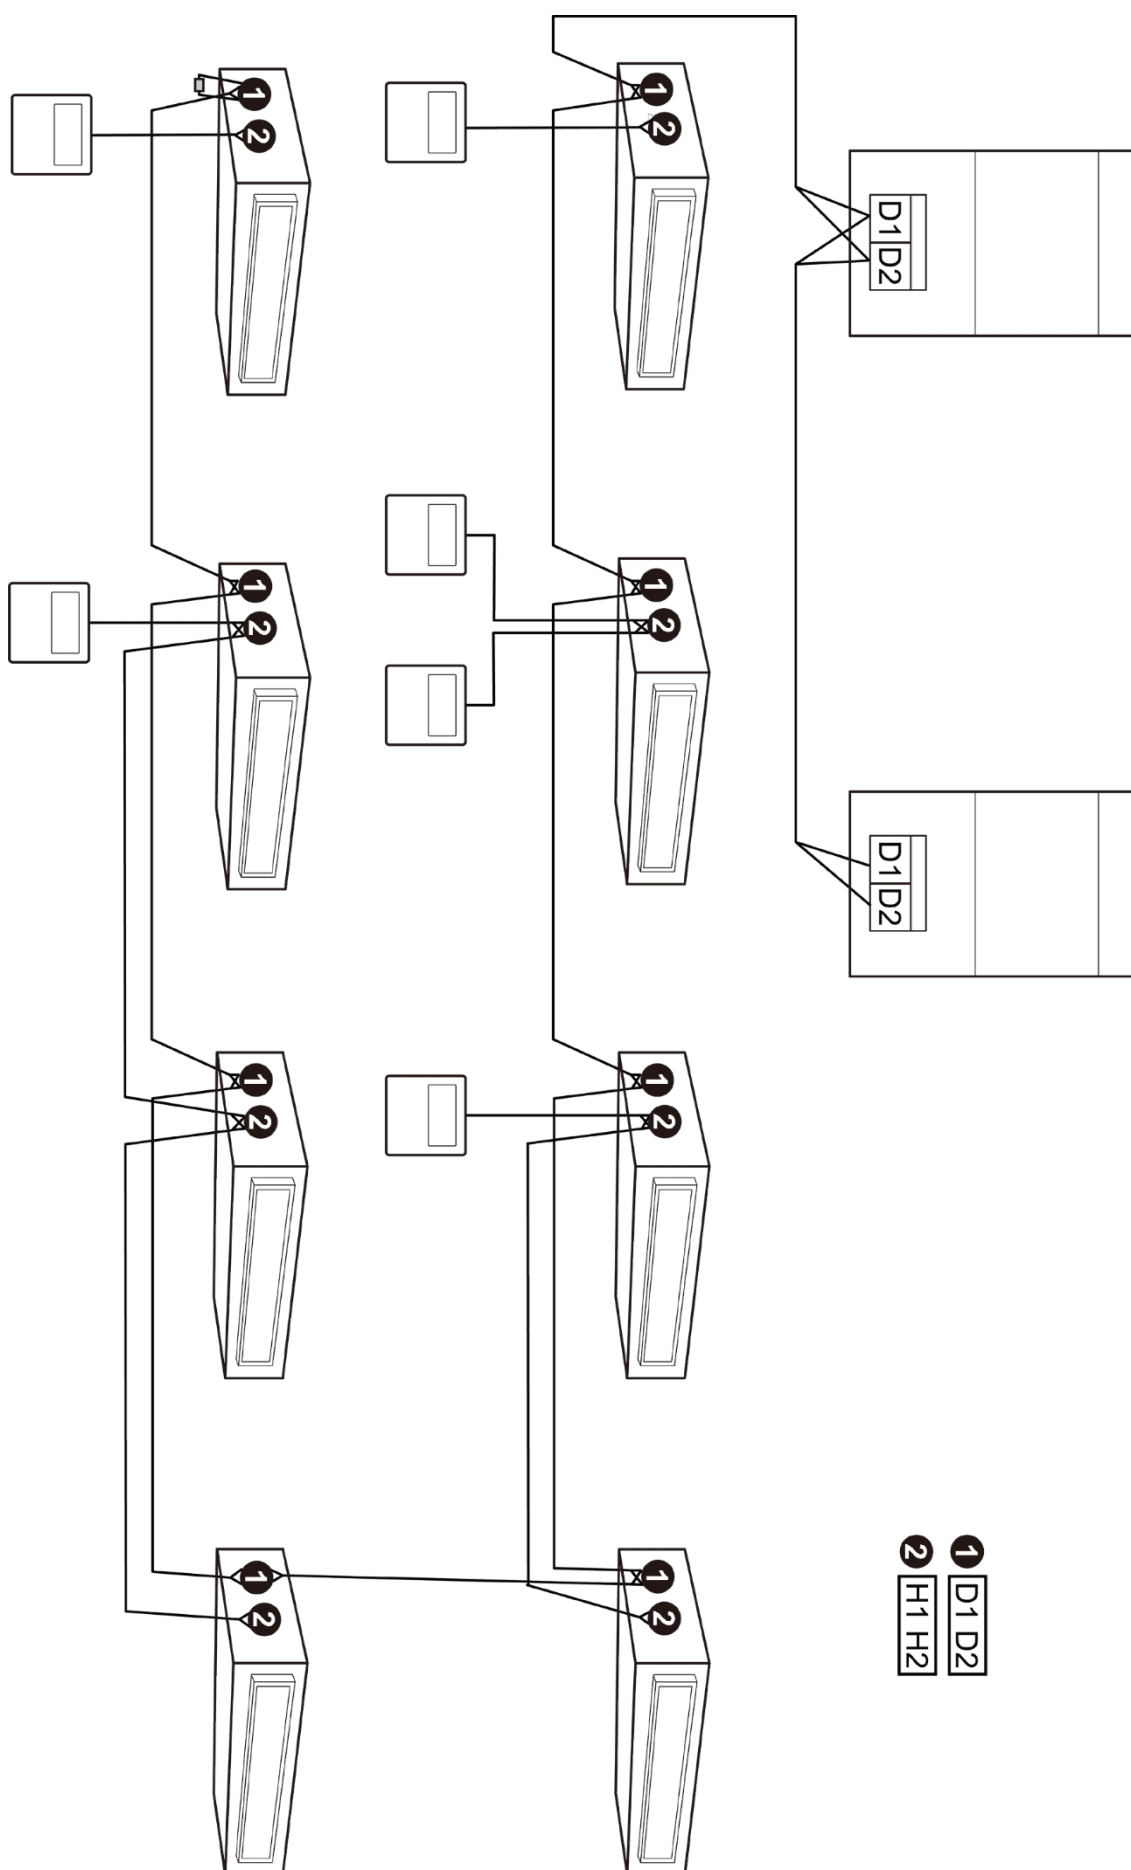

Fig.5.5
- 4 Un controller cablato può controllare contemporaneamente fino a un massimo di 16 unità interne. (Come mostrato in Fig. 5.5).